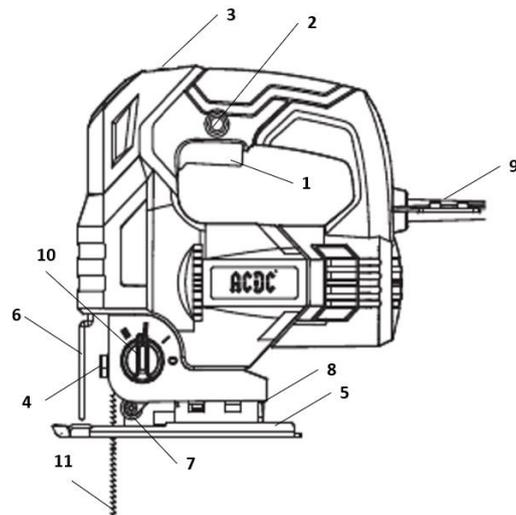

Рисунок 1.1. Устройство инструмента.
2. Направляя пилку зубьями вперед, вставьте ее в держатель на всю глубину, так чтобы не было видно выступов на пилке. При установке пильного полотна следите за тем, чтобы спинка пильного полотна вошла в паз направляющего ролика «4» (рисунок 1.1.).